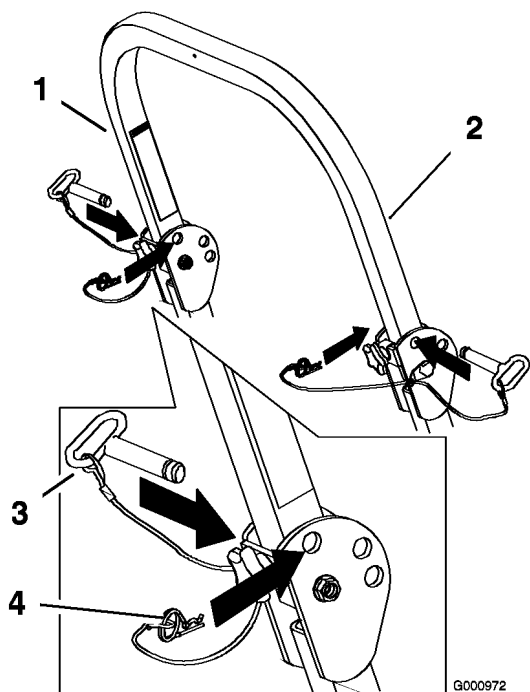

Figure 8
2. Retirez les goupilles fendues puis les deux axes (Figure 8).
4. Posez les deux axes et fixez-les avec les goupilles fendues (Figure 8).
5. Pour relever l'arceau de sécurité, retirez les goupilles fendues puis les deux axes (Figure 8).
6. Relevez complètement l'arceau de sécurité puis insérez les deux axes et fixez ces derniers avec les goupilles fendues (Figure 8).